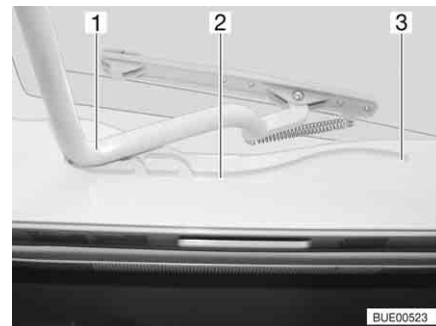

Fig. 19 Oblò inclinabile, guida
- Tirare la staffa (Fig. 19,1) nelle guide (Fig. 19,2) fino alla posizione più all'indietro (Fig. 19,3).
- Spingere la staffa (Fig. 19,1) leggermente verso l'alto con ambedue le mani.
- Tirare la staffa nelle guide (Fig. 19,2) fino alla posizione desiderata.